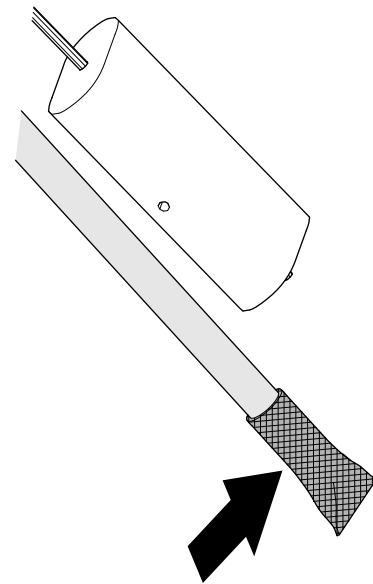

Figura 91
- 1. Limpie el filtro del extremo del tubo de aspiración de combustible (Figura 91).